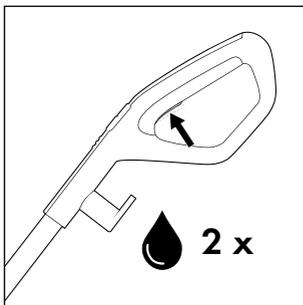
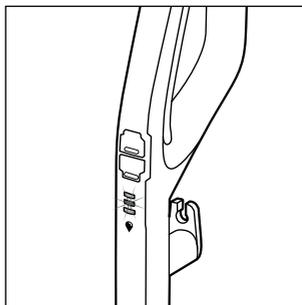

Fig. 14
Fig. 15
- ◆ Înainte de fiecare utilizare, apăsați de două ori scurt comutatorul pentru soluția de curățare  15 pentru a activa funcția de pulverizare permanentă și pentru a pregăti de utilizare rola perie  6 cu soluția de curățare (a se vedea fig. 14). Afișajul soluției de curățare  12 clipește albastru alternativ atunci când funcția de pulverizare permanentă este activată sau când comutatorul pentru soluția de curățare  15 este ținut apăsat (a se vedea fig. 15).